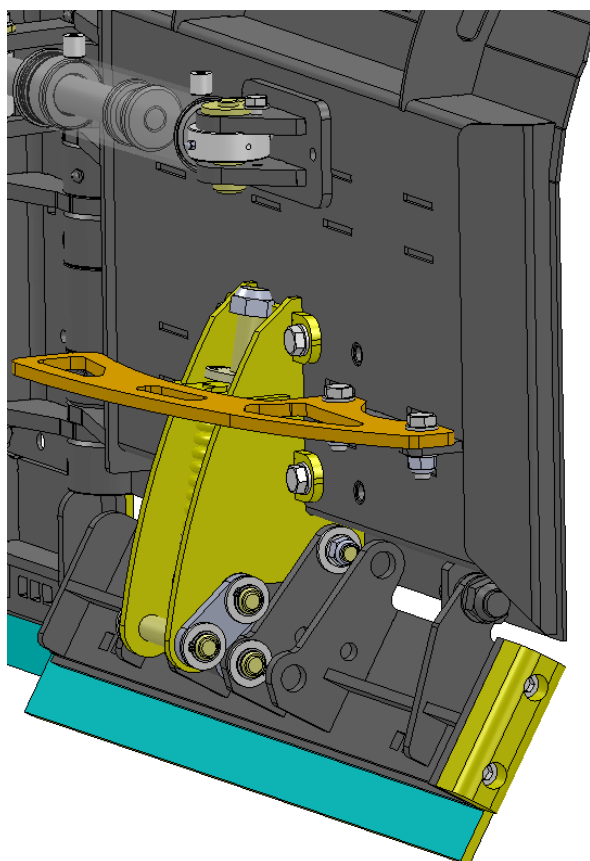

Bild 11 Relaxmekanismens fjädring
- När belastningen ökar frigörs låset och bladets ram gör en snabb och kraftig undanmanöver (bild 11).